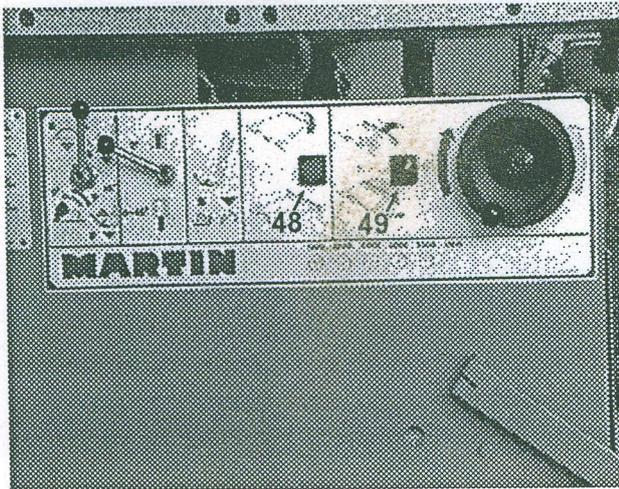

Bild 5.18
- Auslösung über Drucktaster 48 (Bild 5.18, nächste Seite), nach nochmaligem Drücken klappt das Kreissägelineal wieder nach oben.
- In dieser Ausführung erfolgt auch die Klemmung des Kreissägelineals pneumatisch durch Umliegen des Schalters 49 (Bild 5.18).